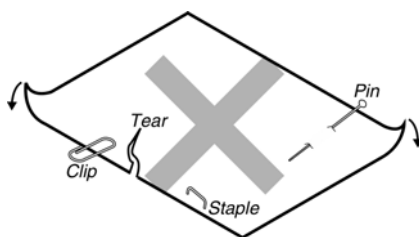

图 B-3
- 装进的纸一定不能带有折叠、撕裂或带有订书钉、回形针、大头钉等任何杂物（如图 B-3 所示）。如果装入的纸张带有其它杂物，则极可能会严重损坏打印机。